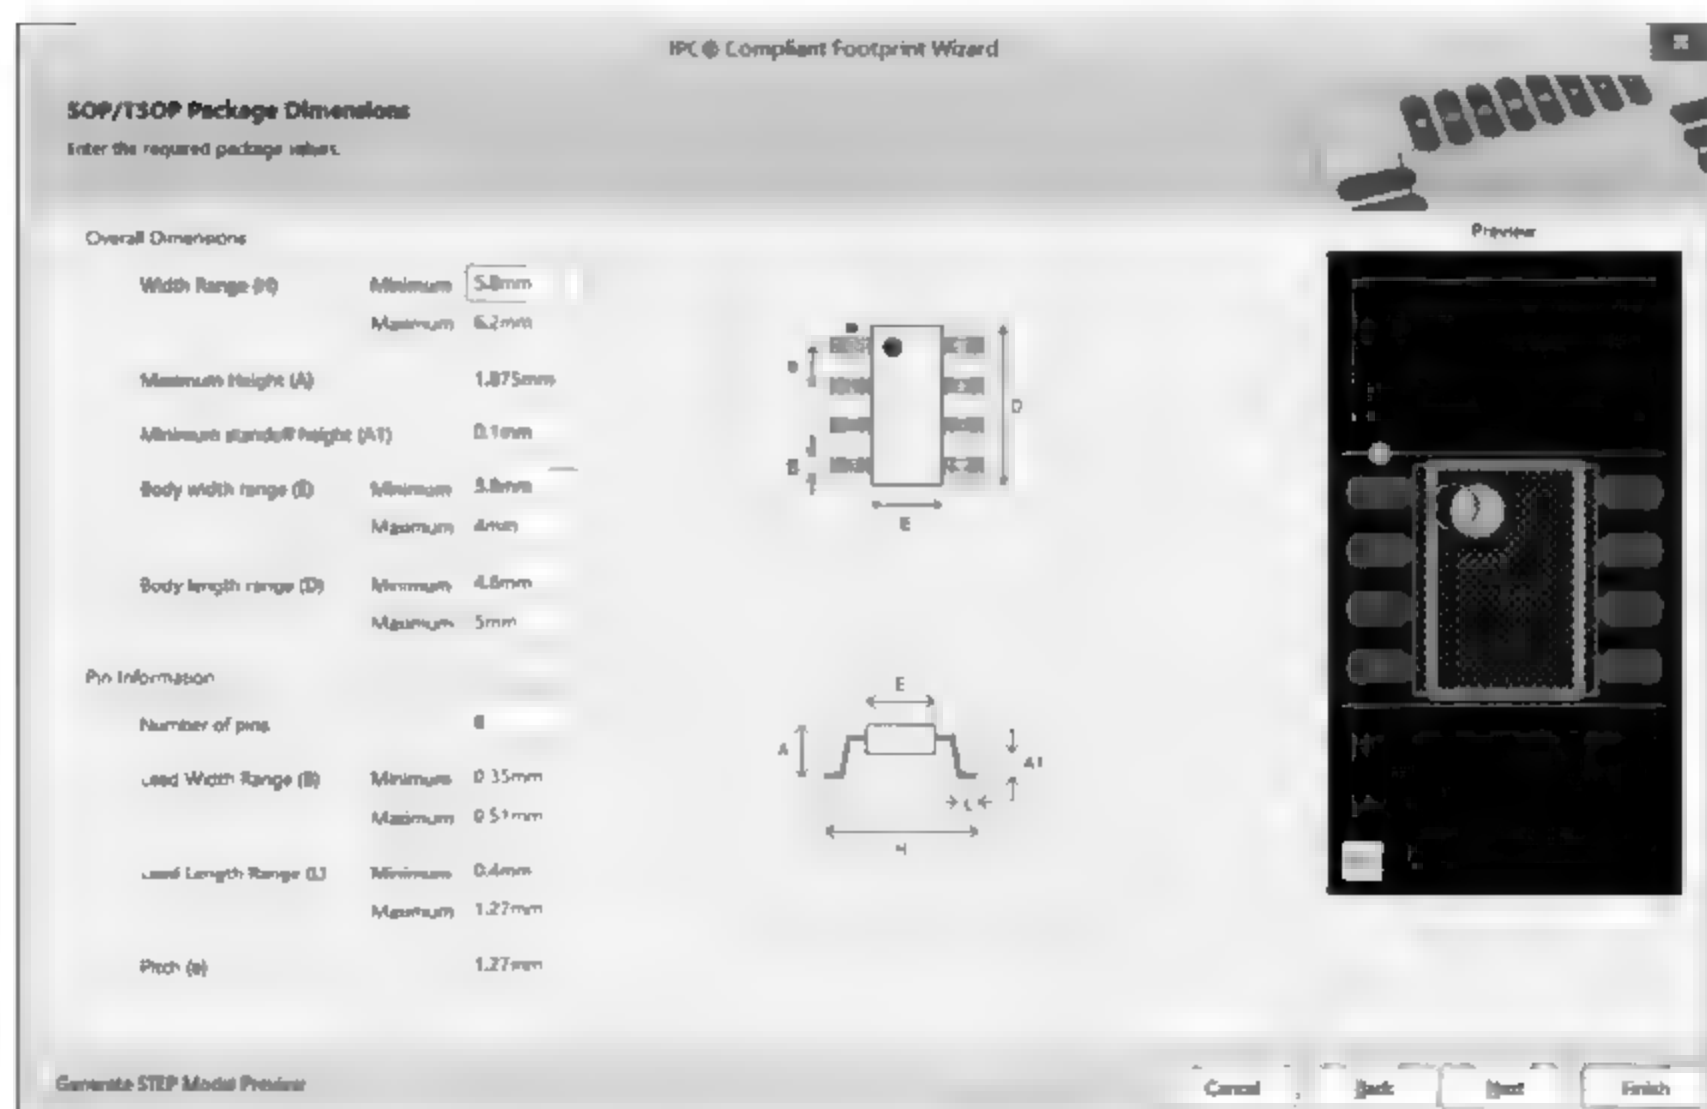

图 3-45 输入芯片参数
(3) 选择好封装类型之后,单击 Next 按钮,在弹出的 SOP/TSOP Package Dimensions 对话框中根据图 3-42 所示的芯片规格书输入对应的参数,如图 3-45 所示。